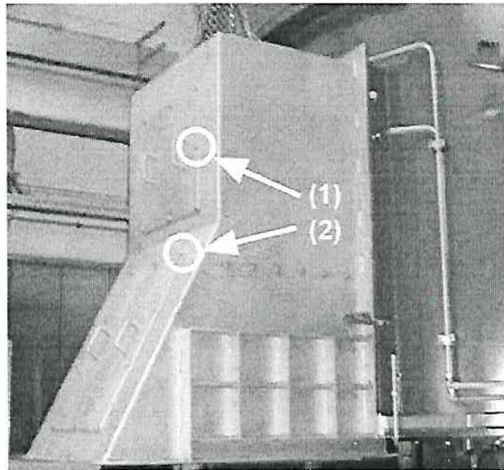

Рис. 7: Верхняя (1) и нижняя защитная крышка (2)
1. Отвинтите восемь винтов М 10 на верхней (1) и 10 винтов М 10 на нижней (2) защитные крышке (Рис. 7) и снимите защитные крышки.